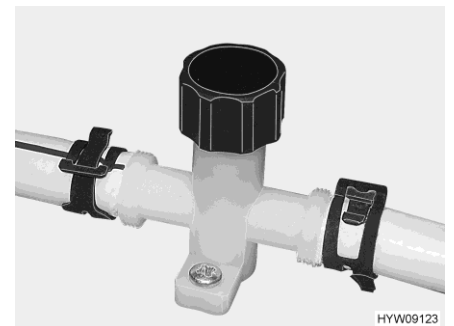

Bild 139 Ablasshahn (Wasserleitung)
- Ablasshähne (Bild 139) schließen. Dazu jeweils die Kappe im Uhrzeigersinn zudrehen. Der Einbauort des Sicherheits-/Ablassventils und der Ablasshähne ist im Abschnitt 10.7 am Ende dieses Kapitels aufgelistet.